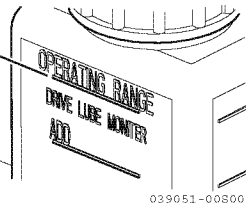

Figura 14
13. Llene el depósito de aceite para mantener el nivel dentro del rango operativo (**Figura 14**).